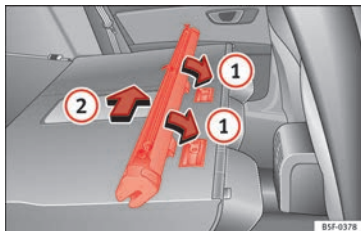

Fig. 169 Montar a rede de separação nos encostos do banco traseiro.
- Coloque a carcaça da rede nos rebaios das calhas de fixação no sentido das setas » **Fig. 169** ①.
- Empurre a carcaça para o lado esquerdo do veículo no sentido da seta » **Fig. 169** ② e até ao limite.
- Puxe da carcaça da rede aproximadamente 5 cm no sentido contrário da seta » **Fig. 169** ②.
- Retire a carcaça das calhas de fixação puxando no sentido contrário ao das setas » **Fig. 169** ①.